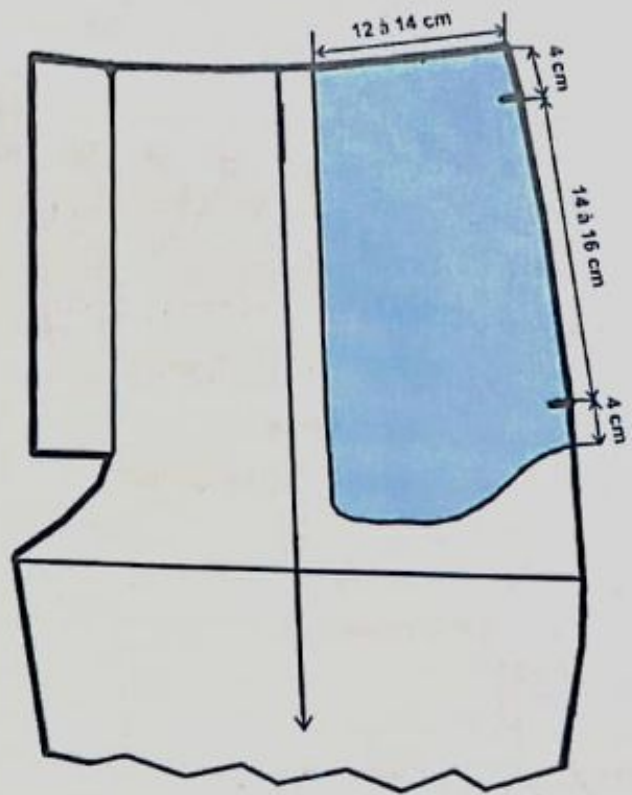

FIG. 9
- Tracez le fond de poche selon le schéma (fig.9).